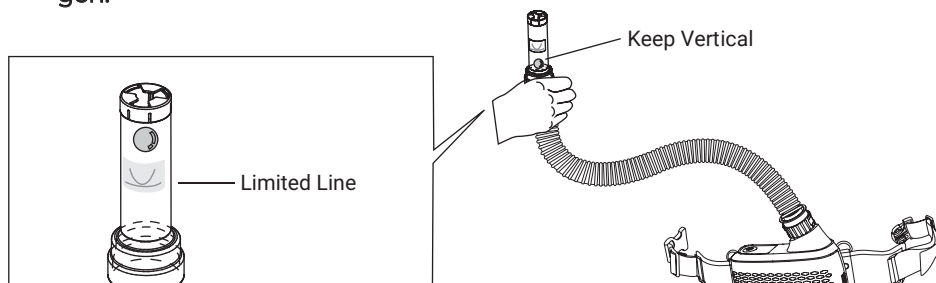

fig.13
- Sluit het uiteinde van de slang aan op de onderkant van de luchtstroomindicator en start de knop. Houd de luchtstroomindicator rechtop (zie fig. 13).